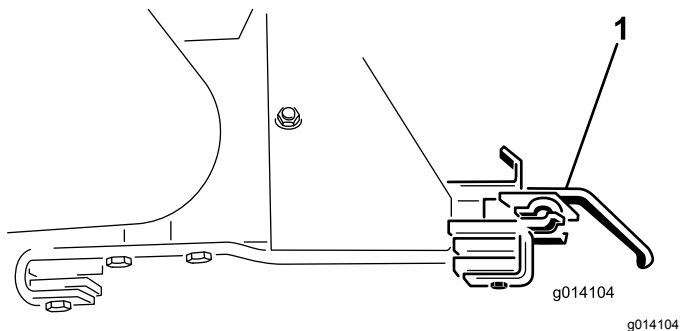

Bild 59
18. Entfernen Sie die zwei Optionsbefestigungshalterungen (Bild 59).